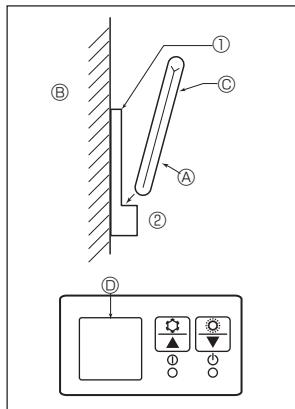

Fig. 6-7
2) วิธีติดตั้ง (Fig. 6-7)
① ติดตั้งรีโมทคอนโทรลในตำแหน่งที่ต้องการโดยใช้สกรูสองตัว
② วงล้อเดินล่างของรีโมทคอนโทรล